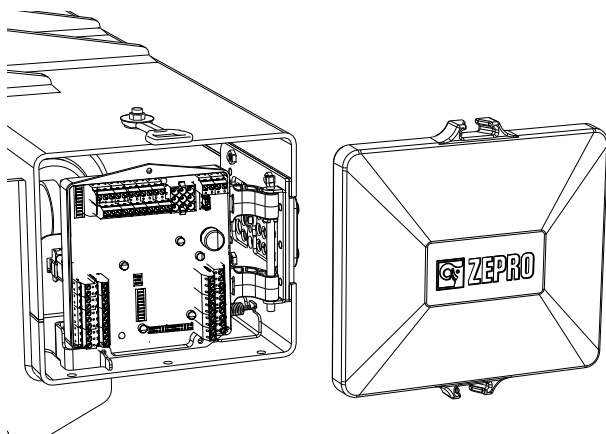

Imagen 19. Quitar la tapa protectora
2. Quitar la tapa protectora, montada con un tirante de goma, véase Imagen 19.